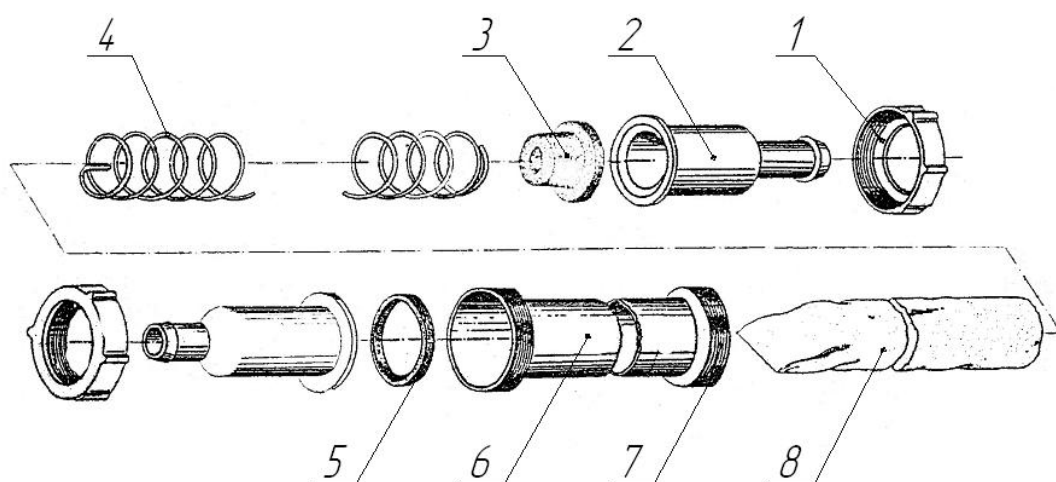

Рисунок 20 – Фильтр молока
**Фильтр молока** предназначен для очистки молока от механических примесей. Включает: (рисунок 20) переходник 2, гайку 1, пробку 3, прокладку 5, вставку 7, фильтрующий элемент 8. При установке фильтрующего элемента 8 необходимо надеть его на спираль 4, открытый конец заправить вовнутрь спирали и закрепить пробкой 3.